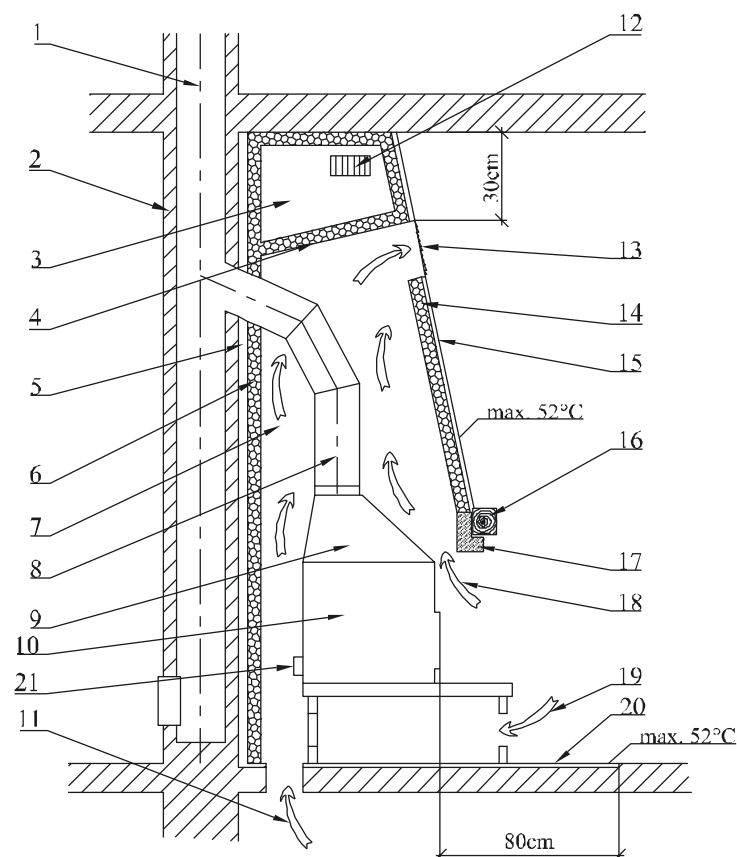

Fig. 2
La distanza di sicurezza minima tra il rivestimento degli stipiti delle porte o altre strutture architettoniche con simili funzioni in materiale infiammabile e l'installazione del condotto (compreso isolamento) è pari a **20cm**. La distanza minima dagli altri componenti strutturali in materiale infiammabile è pari a **40cm** (vedi fig. 2) ai sensi della norma **ČSN 06 1008/1997**. Trattasi di materiale edile di classe **B, C e D** ai sensi della norma **ČSN EN 13501-1+A1/2010** (vedi tabella n.1). Questa regola vale anche per le pareti e soprattutto per i soffitti con intonaco con base infiammabile - per esempio assi, pannelli ecc.! Qualora non fosse possibile rispettare le suddette distanze, è necessario comunque prevenire il pericolo d'incendio ricorrendo ad apposite misure tecnico-strutturali, rivestimenti non infiammabili, isolamenti e barriere resistenti al calore.
5. L'uscita dell'aria di convezione riscaldata deve essere ad almeno **30cm** al di sotto del soffitto (fig. 2).
6. Al di sopra dell'uscita dell'aria di convezione riscaldata è necessario che vi sia un soffitto in materiale non infiammabile. La sua temperatura non può superare i **50°C**. Pertanto il soffitto o controsoffitto deve essere isolato contro gli effetti dell'azione del calore proveniente dal caminetto attraverso uno schermo dotato di almeno un'apertura non completamente chiudibile con griglia (fig. 2) oppure mediante uno strato sufficiente di isolamento termico.